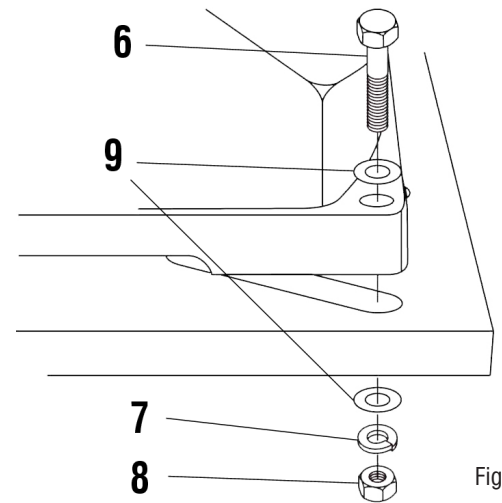

Fig. 2
3. Fixez la meuleuse au moyen de la quincaillerie décrite dans le manuel du propriétaire. Si la quincaillerie de montage n'est pas énumérée, utilisez un boulon hexagonal (n° 6) d'un diamètre maximal de 7/16 po, 2 rondelles plates (n° 9), une rondelle-frein (n° 7) et un écrou hexagonal (n° 8). (Fig. 2)